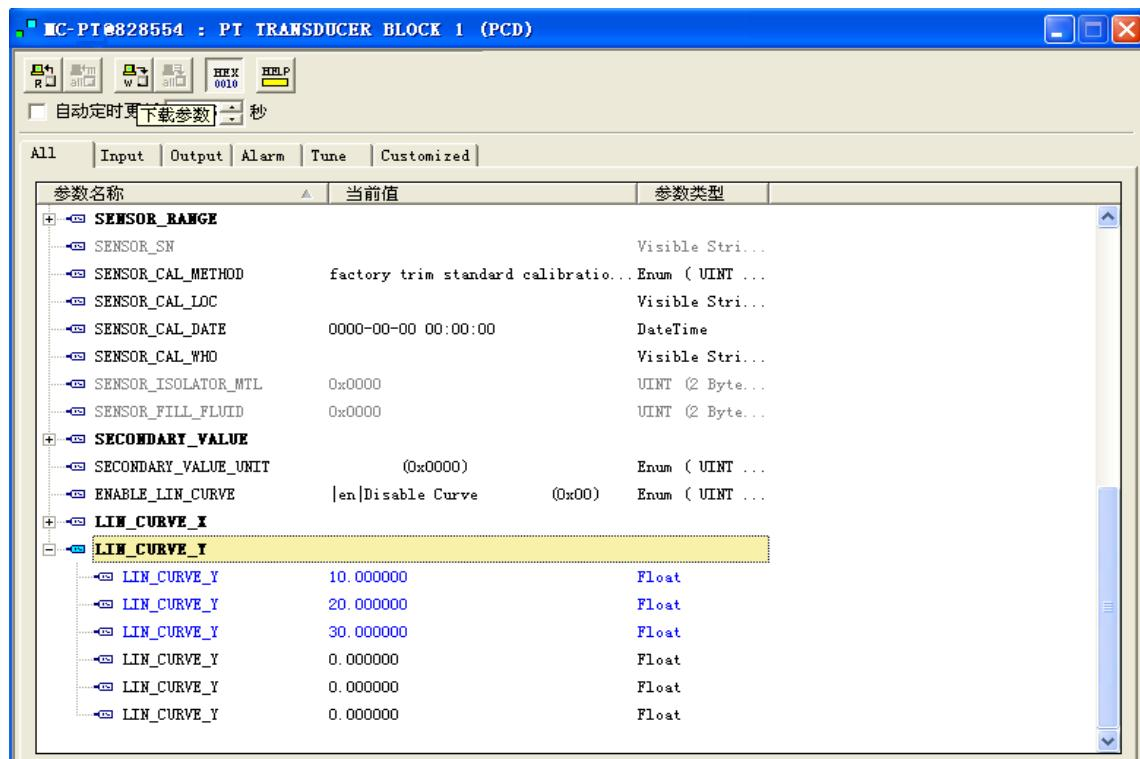

图6.4 IN_CURVE_Y 的配置
- 1) 智能变送器提供 6 个校正点输入，即变换块的参数 LIN_CURVE_Y 数组，用户可以依次将要校准的压力值写入数组并选择好单位。例如，在进行三点插值校准时，用户选择 10 kPa, 20 kPa, 30 kPa 作为校准点，将这三个值依次写在 LIN_CURVE_Y 数组里，如图 6.4 所示。